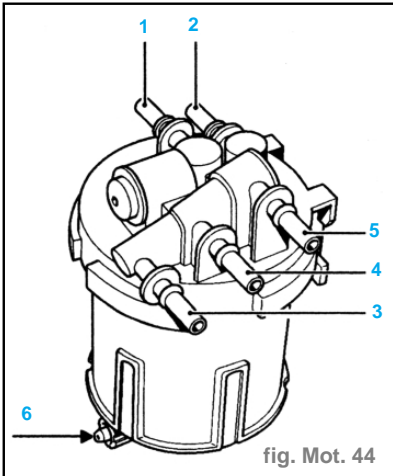

fig. Mot. 44
- Débrancher sur le filtre, les canalisations : (fig. Mot. 44)
- d'alimentation moteur (1),
- venant du réservoir à carburant (2) (pompe BP),
- de retour au réservoir (3) par le robinet (selon version),
- de retour moteur (4),
- de retour au réservoir par l'échangeur de température (5).